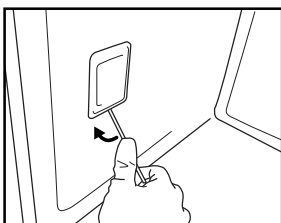

Fig. 7
3. Utilize uma pequena chave de fendas para retirar a cobertura da lâmpada (Fig. 7).